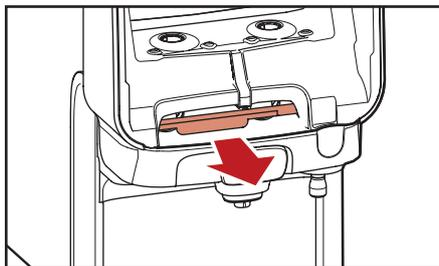

Fig. 5.3 - Tirare la barra di rilascio rossa
3. Tirare la barra di rilascio rossa per aprire il vano bocchette (fig. 5.3).
- a. Tirare la barra di rilascio rossa per aprire il vano bocchette (fig. 5.3).